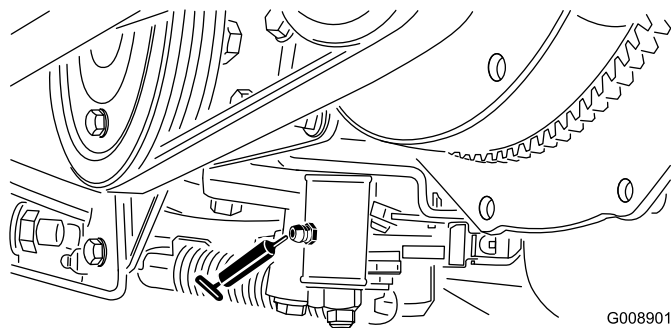

Figura 43
- Meccanismo di regolazione della folle (Figura 43)